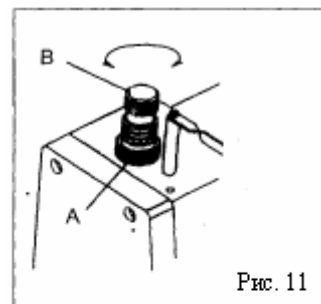
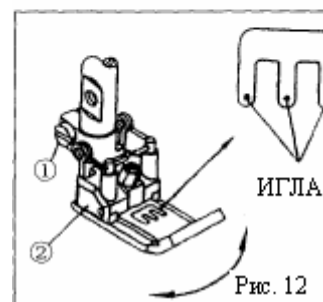

Рис. 11
Рис. 12
Поворот регулировочного винта (В) по часовой стрелке приводит к увеличению давления прижимной лапки, в то время как поворот против часовой стрелки приводит к его уменьшению (см. рис. 11). При неправильно отрегулированном давлении прижимной лапки ухудшается качество строчки, поэтому при регулировке давления следует соблюдать осторожность. Давление прижимной лапки должно быть как можно меньше при условии равномерности строчки. Если игла не попадает в нужное место, как показано на Рис. 12, необходимо выполнить соответствующую регулировку. ослабьте винт (1) и сдвиньте прижимную лапку (2) таким образом, чтобы игла при опускании попадала в нужное место. Затем затяните винт (1).